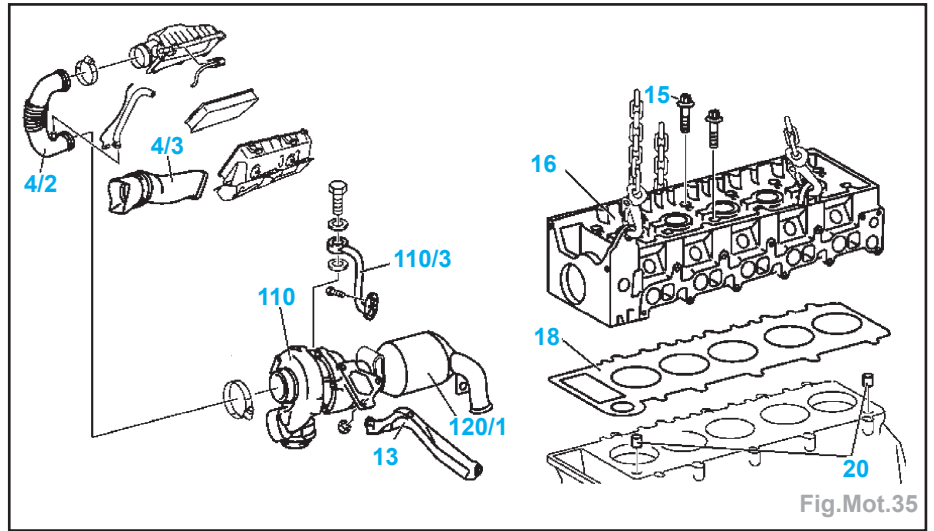

Fig.Mot.35
- Défaire le turbocompresseur (110) du support (13) (Fig.Mot.35).
- Desserrer progressivement les vis de culasse (15), les déposer (Fig.Mot.35).